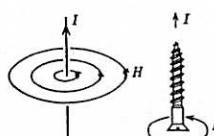
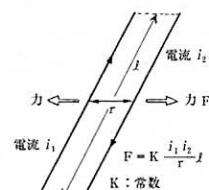

図1 アンペアの右ネジの法則
図2 アンペアの法則
(Andre M. Ampere 1775 – 1836) は、一週間後に「電流によって発生する磁気は、電流の方向に対して直角面に右回りの方向にできる」という「アンペアの右ネジの法則」を発見しました。ネジの溝は進む方向に対して右回りに切られています。これは、図1に示すように「電流 (I) の方向をネジの進む方向とすると、磁界 (H) は、電流の周りに、右回りにできる」ということです。また、アンペールは、図2に示すように「二つの平行した導体に、同じ向きに電流を流すとお互いに引張り合い、反対方向に電流を流すと排斥し合う。その力の強さは、各々の導体を流れる電流の大きさの積と導体の長さに比例し、導体の距離に反比例する（アンペアの法則）」も1822年に発見しました。このような功績によって、ア